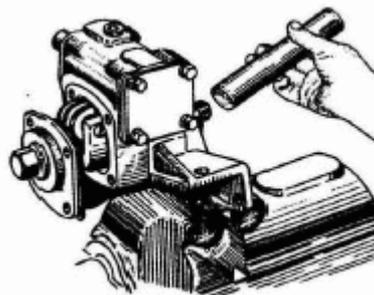

Рис. 5.3. Снятие вала сошки
4.Легкими ударами медной или алюминиевой выколотки по концу вала сошки вынуть вал вместе с роликом и крышкой (рис. 5.3)